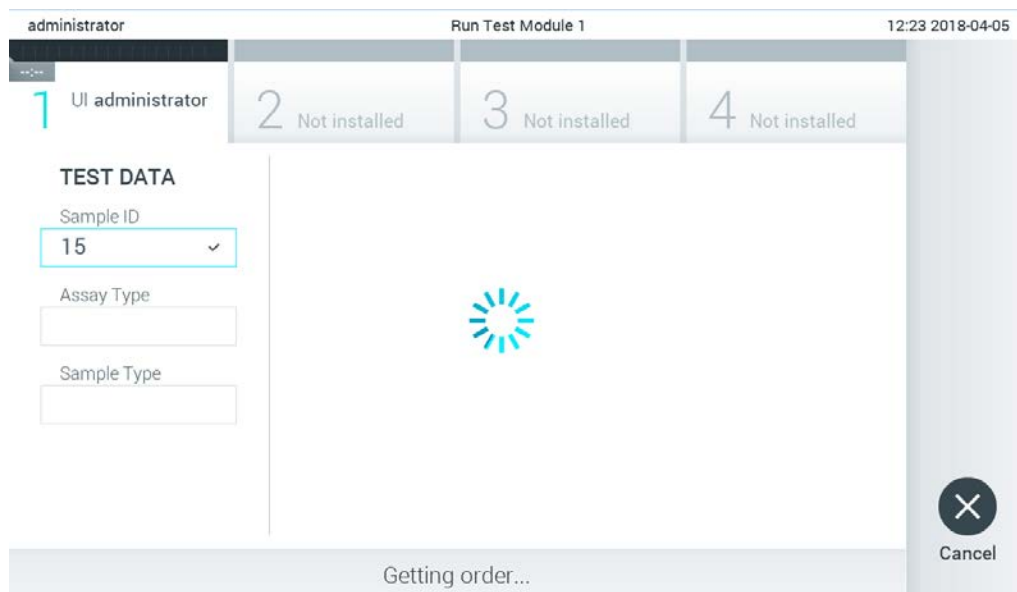

Figura 76. Visualizzare durante il recupero della richiesta test.
3. L'ID del campione viene inviato all'host e mentre il QIAstat-Dx Analyzer 1.0 attende la richiesta di test, viene visualizzato il messaggio "Getting order..." (In attesa della richiesta...), (Figura 76).